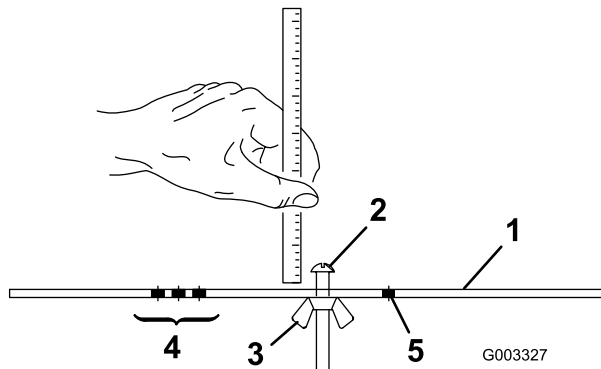

Figura 16
2. Afloje la tuerca de la barra de ajuste (Figura 16) y ajuste el tornillo para la altura de corte deseada. La distancia entre la parte inferior de la cabeza del tornillo y la cara de la barra es la altura de corte.